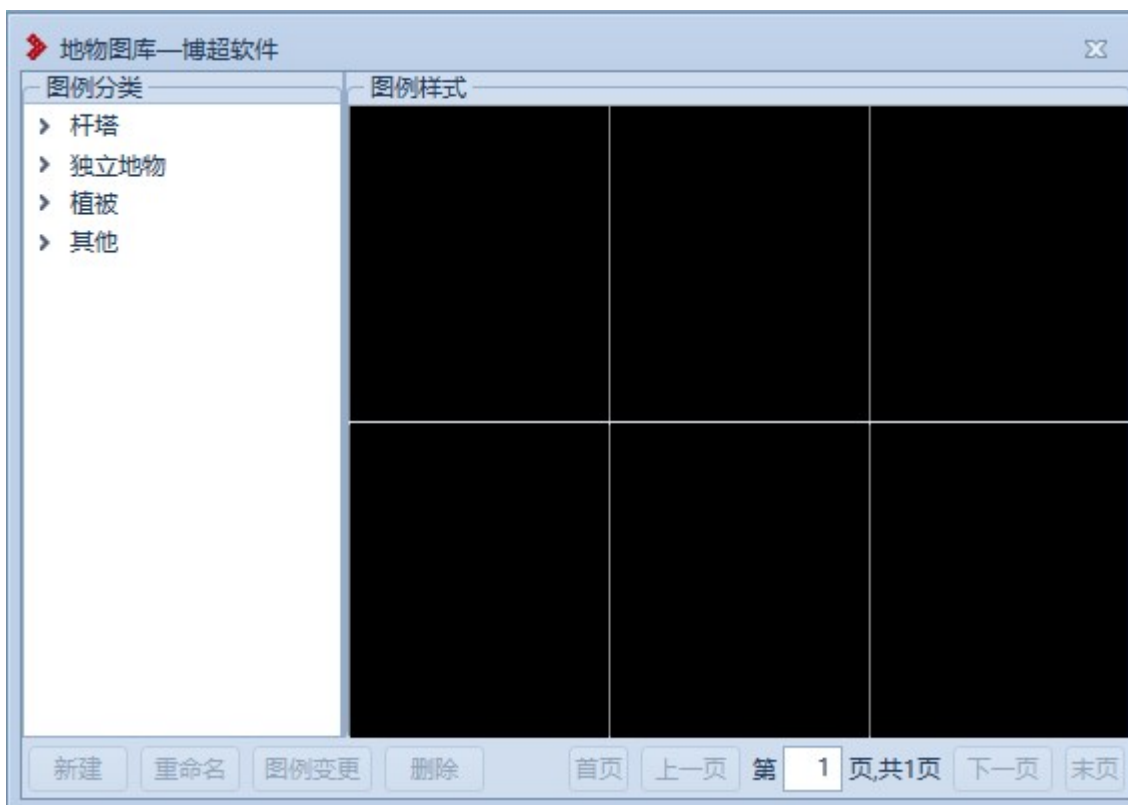

图 7.2- 65 地物绘制管理
**地物图库**：地物图库主要用于自定义选择各种地物图形样式。点击按钮，弹出界面如图 7.2- 65 所示：